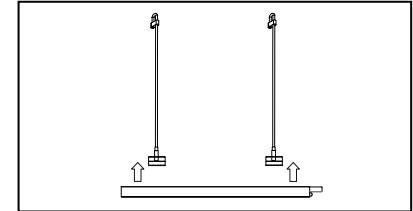

Рис. 2
- 5.11 Защелкните осветительный прибор в скобы, которые входят в комплект поставки, выровняйте положение осветительного прибора по горизонтали и отрегулируйте длину трости (рис. 2).